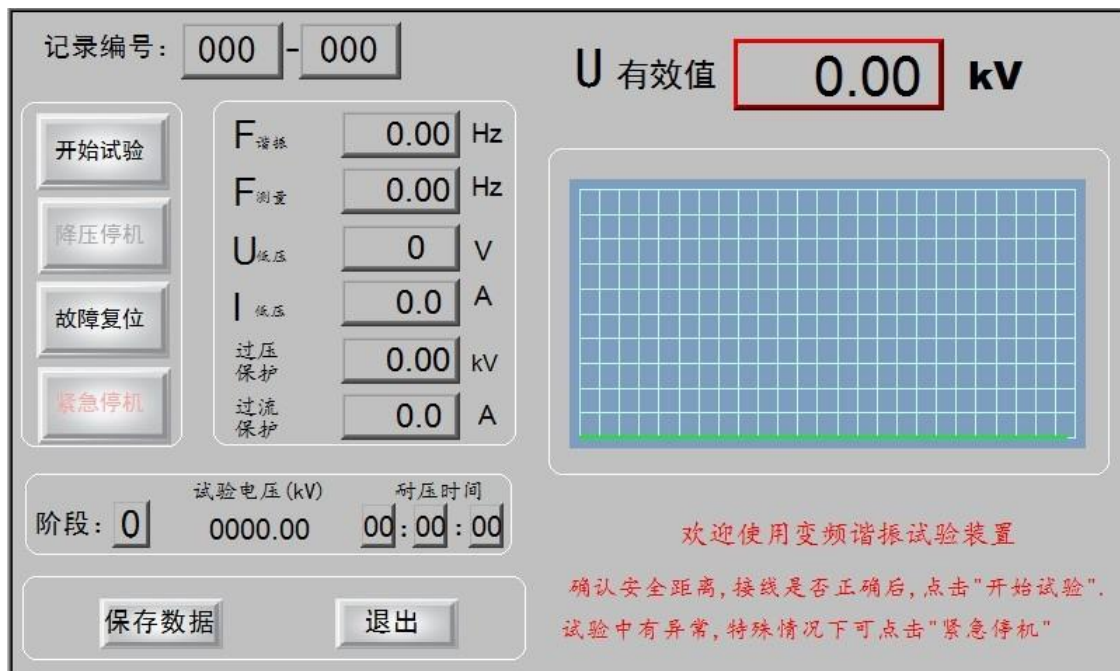

图 6
- **自动试验:** 当“参数配置”设置完时, 点击“自动试验”, 进入“自动试验”界面, 显示界面如图 6 所示。